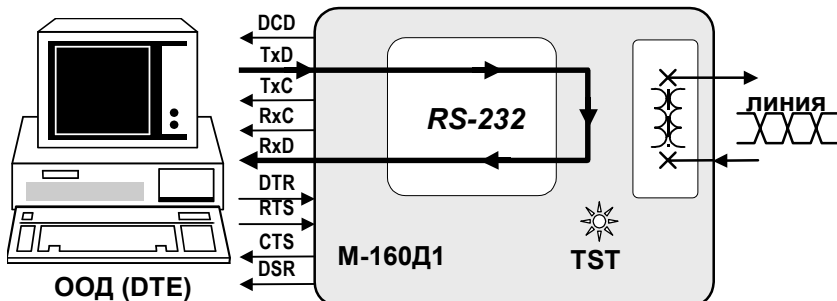

Рис. 7 Местный шлейф (LL)
Суть проверки *Местный шлейф (LL)* показана на Рис. 7. Данные, поступающие в модем из ООД (DTE) через RS-232, проходят через все основные узлы модема и возвращаются в ООД (DTE) через RS-232. Данные от физической линии игнорируются.